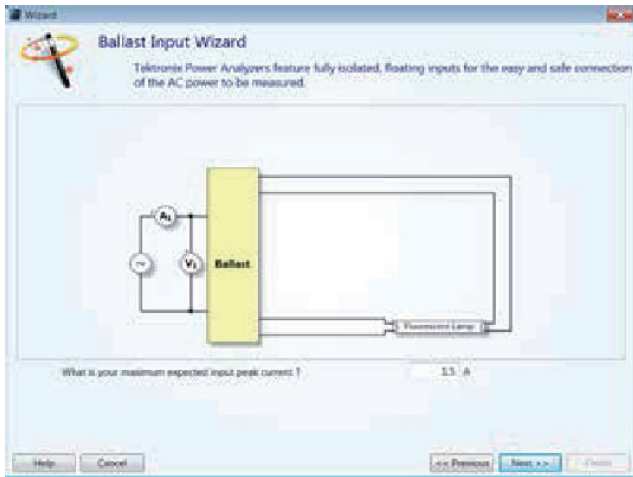

图 5. 镇流器设置向导窗口。
- 输入预计的峰值输入电流，单击 Next，如图 5 所示。下面的屏幕将显示怎样连接镇流器输入和功率分析仪。使用接续盒简化了这些连接。
- 单击开始按钮，开始测量。要求的单位配置将被发送到 PA1000。一旦已经配置了 PA1000，测量网格将以大约每秒两次的频率开始更新，如图 5 所示。